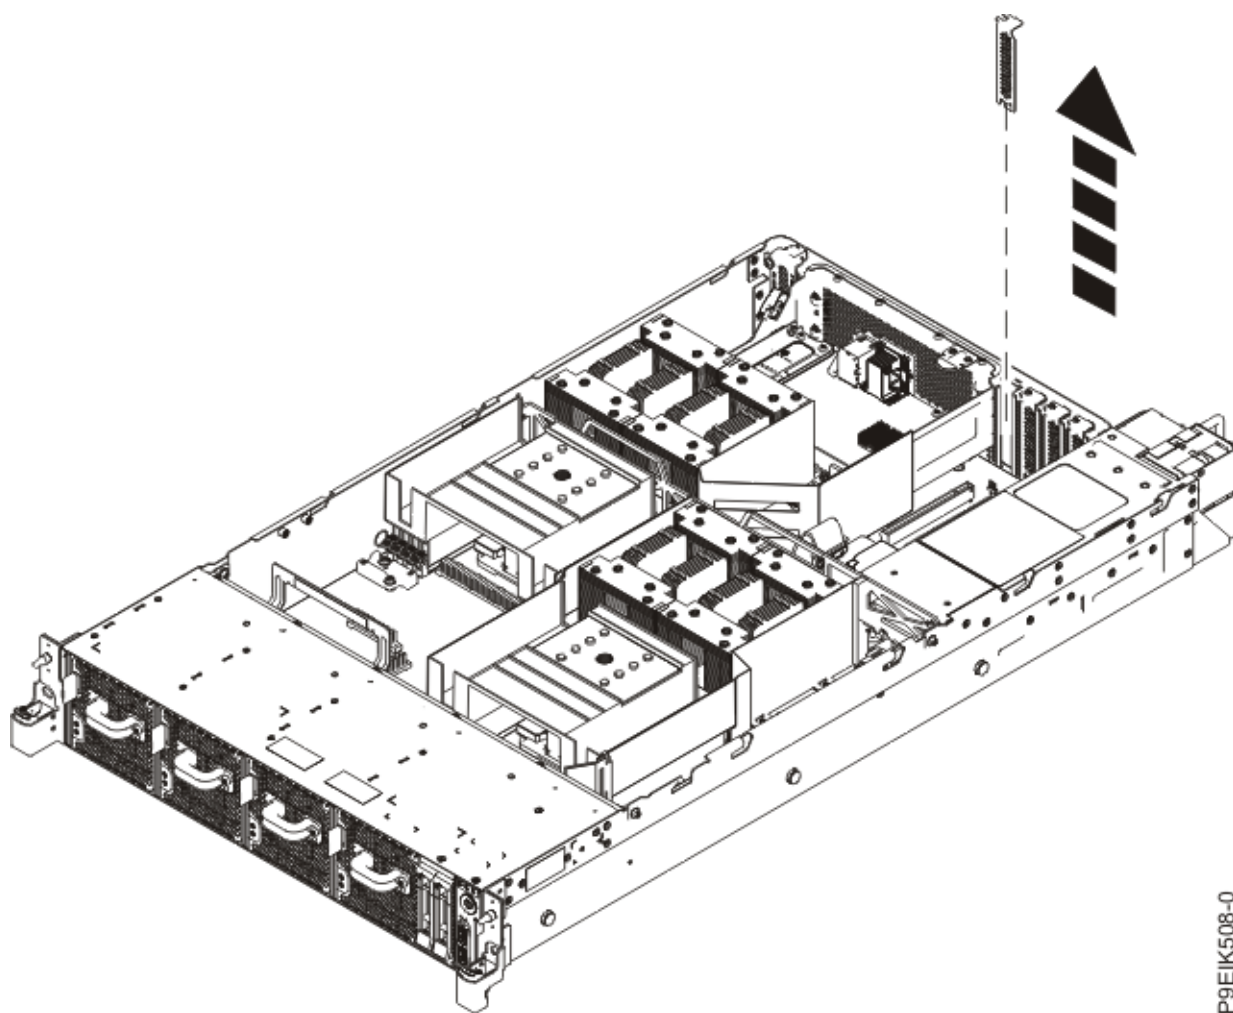

Figura 32. Extracción de la cubierta de ranuras de PCIe
3. Extraiga la cubierta de ranuras PCIe tal como se muestra en la Figura 32 en la página 65.